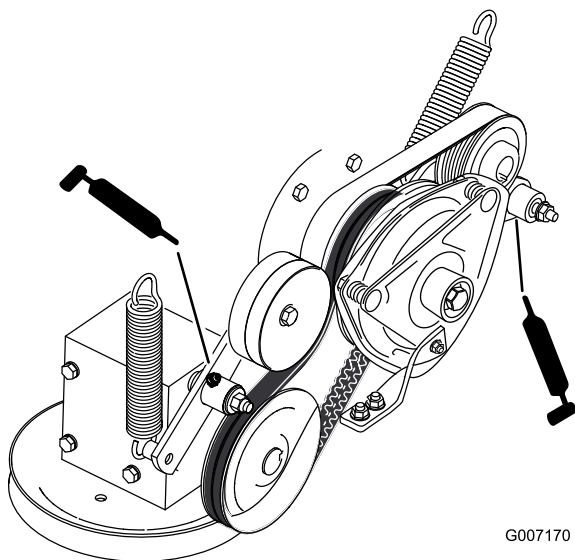

Figure 56
8. Graissez le bras de la poulie de tension de la courroie d'entraînement de PDF (Figure 56).
9. Graissez le bras de la poulie de tension de la courroie de pompe (Figure 56).